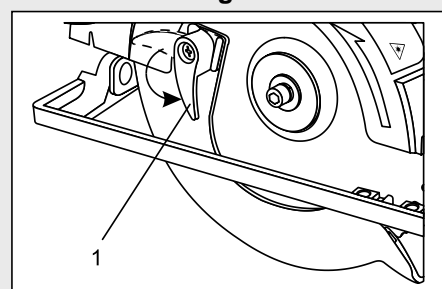

Fig. 2
2. Tournez la poignée du protège-lame (1) dans le sens antihoraire (Fig. 2).